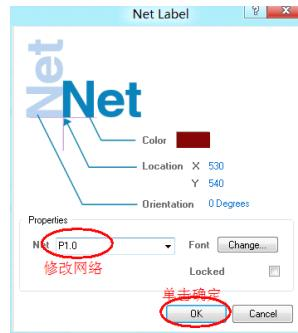

图 6-6.38 网络标签属性
**Step2:** 修改网络标签的网络, 在网络标签上双击鼠标左键, 在弹出的对话框中修改网络。如图 6-6.38 所示。